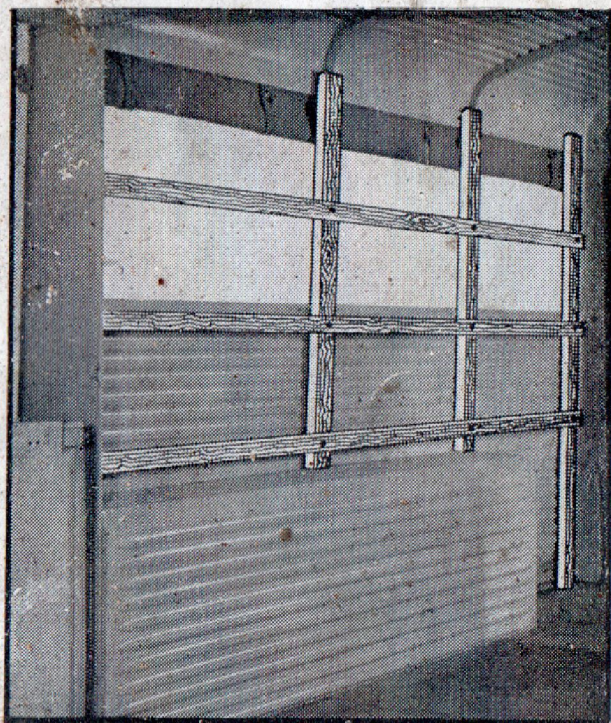

Fig. 1
2. Comme point de départ de votre aménagement, constituez un réseau solide de brancards horizontaux et verticaux (fig. 1).